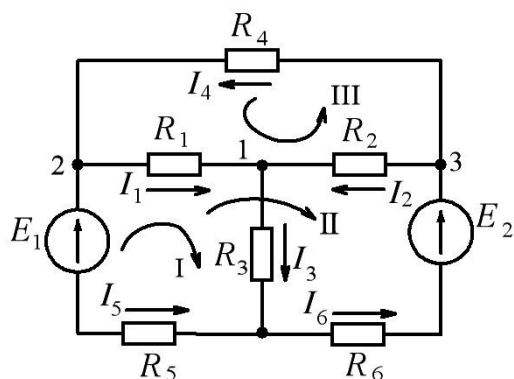

Рис. 1.1
Рассмотрим сложную электрическую цепь (рис. 1.1), которая содержит шесть ветвей. Если будут заданы величины всех ЭДС и сопротивлений резисторов, а по условию задачи требуется определить токи в ветвях, то мы будем иметь задачу с шестью неизвестными. Такие задачи решаются при помощи законов Кирхгофа. В этом случае число составленных уравнений должно быть равно числу неизвестных токов n .
4. Обход контура можно производить как по часовой стрелке, так и против нее. За положительные ЭДС и токи принимаются такие, направление которых совпадает с направлением обхода контура. Направление действия ЭДС внутри источника всегда принимают от минуса к плюсу (см. рис. 1.1).
5. Полученную систему уравнений решают относительно неизвестных токов. Составим расчетные уравнения для электрической цепи, изображенной на рис.1.1. Выбрав произвольно направление токов в ветвях цепи, составляем уравнения по первому закону Кирхгофа для узлов a , b и c [1]:
Приняв направление обхода контура, как указано на рис. 1.1, составляем уравнения по второму закону Кирхгофа для трех произвольно выбранных контуров: